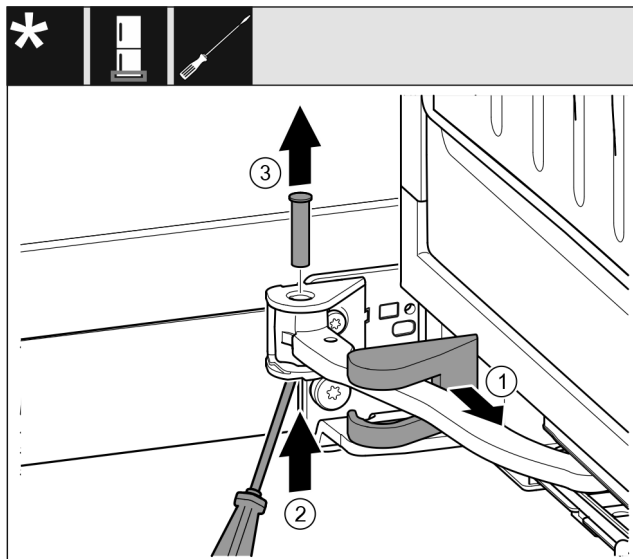

Fig. 17
- ▶ Stáhněte kryt stojanu ložiska Fig. 17 (1) a posuňte podél kloubu.
- ▶ Čep Fig. 17 (2) zespuu nadzvedněte šroubovákem.
- ▶ Čep Fig. 17 (3) vytáhněte shora.